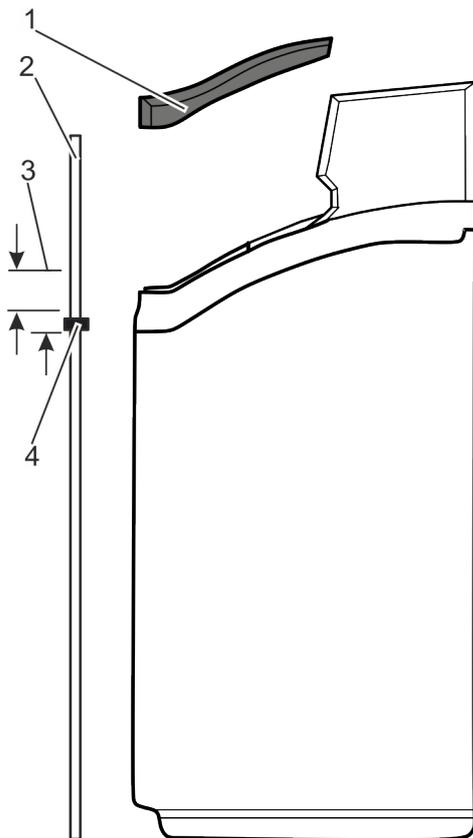

Abb. 15: Soletankhöhe markieren
1. ➔ Soletankdeckel (Abb. 15/1) nach oben abnehmen.
2. ➔ Stab (Besenstiel, Holzstab o. Ä., Abb. 15/2) außen senkrecht neben den Soletank stellen.
3. ➔ Markierung (Abb. 15/4) ca. 3–5 cm (Abb. 15/3) unterhalb des Rands des Soletanks am Stab (Abb. 15/2) anbringen.
4. ➔ Stab (Abb. 15/2) senkrecht in den Soletank stellen.
Eine Salzbrücke ist vorhanden, wenn Sie auf spürbaren Widerstand stoßen, bevor die Markierung (Abb. 15/4) am Holzstab den Rand des Soletanks erreicht hat.
9. Soletankdeckel (Abb. 15/1) auflegen.